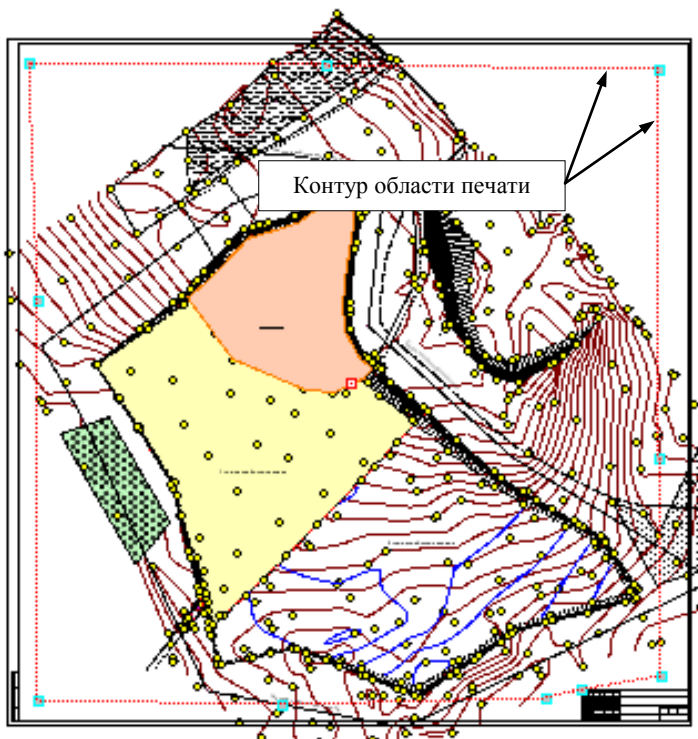

Рис. 11.2
- При помощи команды **Редактировать область печати**  можно изменить контур области печати, выделив нужный фрагмент плана, который и будет передан на чертеж (рис. 11.2).